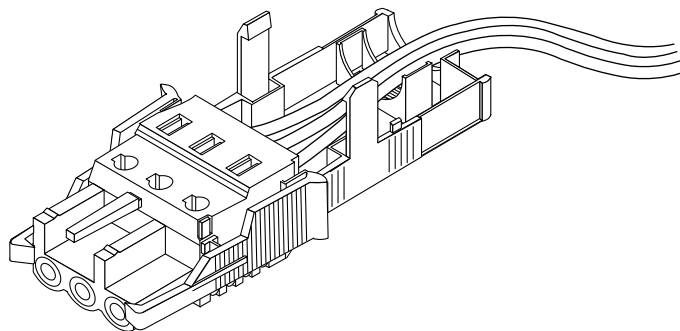

図 2-10 保護カバーの下部品にワイヤーを通した状態
2. 図 2-10 に示すように、電源の供給元と DC コネクタを結ぶ 3 本のワイヤーを保護カバーに通します。コネクタを差し込んだ反対側の端に通し穴になる部分があるので、ここからワイヤーを保護カバーの外に出します。